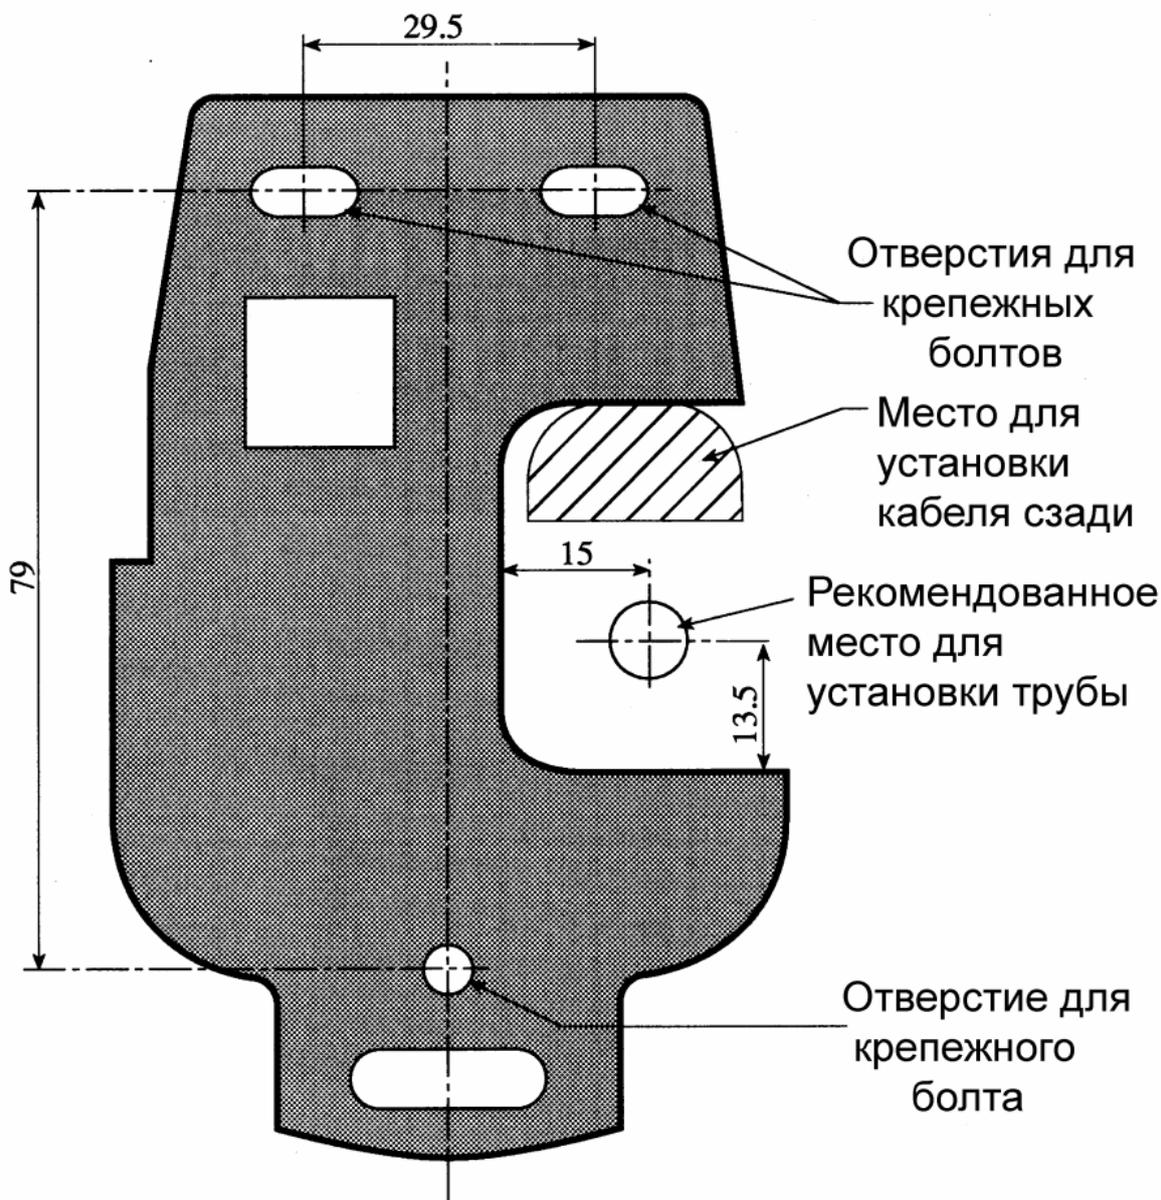

Рис. 4.5 Фиксация крепежной пластины на стене и подключение к системам
2.4 Определите место подсоединения трубы холодного водоснабжения к водонагревателю (снизу или сбоку слева). Точки подсоединения трубы холодного водоснабжения и кабеля приведены на рис. 4.5 (для установки сзади).
4.5 Временно установите трубу диаметром 8 мм на стене. Проследите за тем, чтобы труба выступала на 16-21 мм. Необходимым условием является отсутствие зазубрин на трубе. Также рекомендуется использовать силиконовую смазку. Выполните отверстие на крепежном шаблоне (он находится под передней крышкой) в месте входа холодной воды (см рис. 4.5), подсоедините трубу и наметьте точки, где нужно будет просверлить отверстия для последующей фиксации задней крышки и прокладки кабеля. Зафиксируйте заднюю панель на стене. При установке кабеля сзади проведите кабель через отверстие в задней панели.